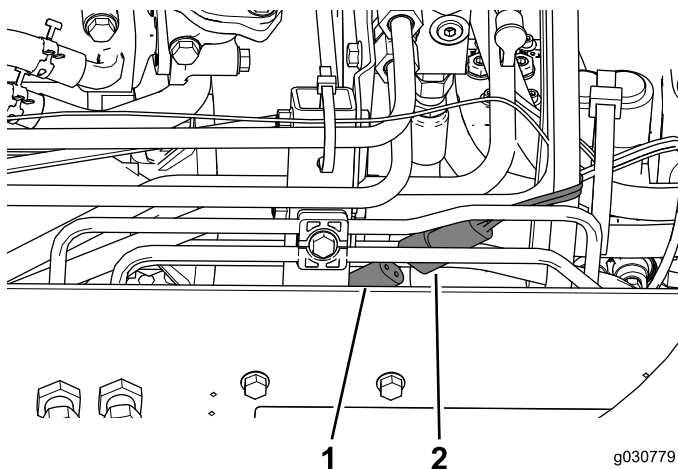

Figura 46
2. Ligue o conector de alimentação da cabina ao conector do lado direito da máquina (Figura 46).